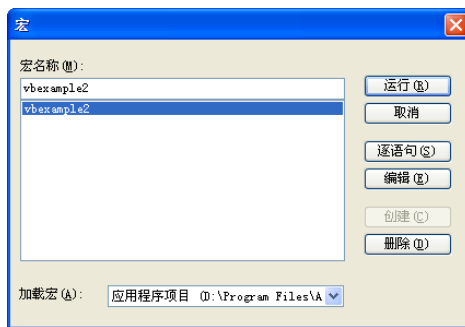

图 15-9 显示宏
(2) 打开如图 15-4 所示的【宏】对话框，在【宏的位置】下拉框中选择【文档】工程，则“vbexample2”会显示在上面的文本框中，名称为“模块 1.vbexample2”，如图 15-9 所示。
(3) 当文件存盘时，程序也会自动存储。注意，当该零件文件被引入到其他文档中时，比如作为零件装配到部件文件中时，该零件文件中的宏也会一同被引入到部件文件中，也可以被引用。